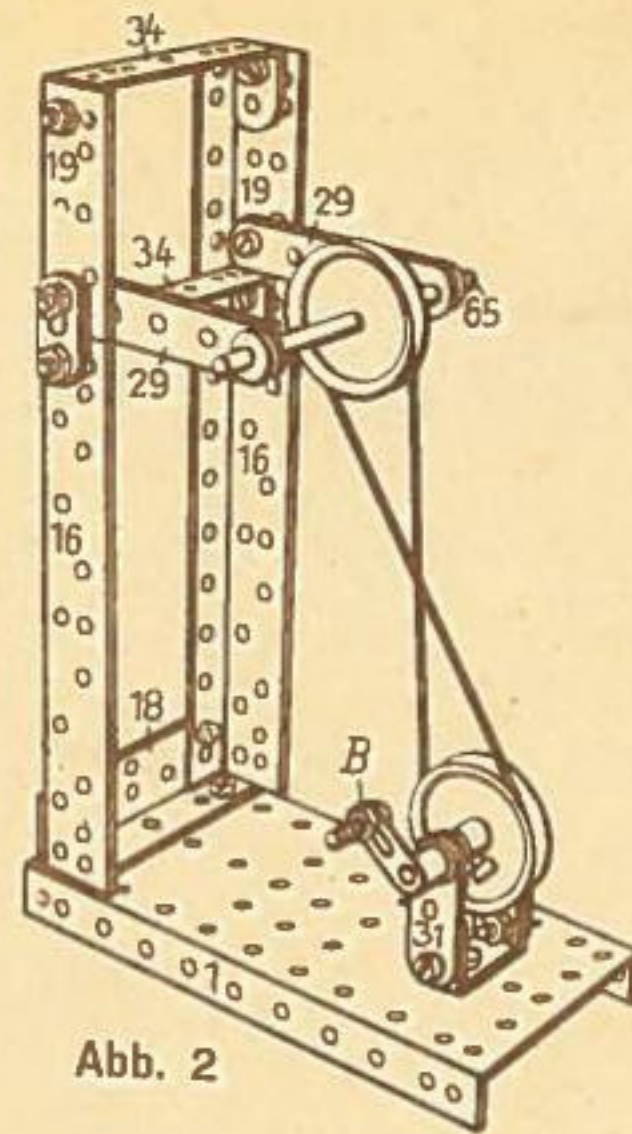

Abb. 2
- Abb. 2 Gekreuzter Schnurantrieb